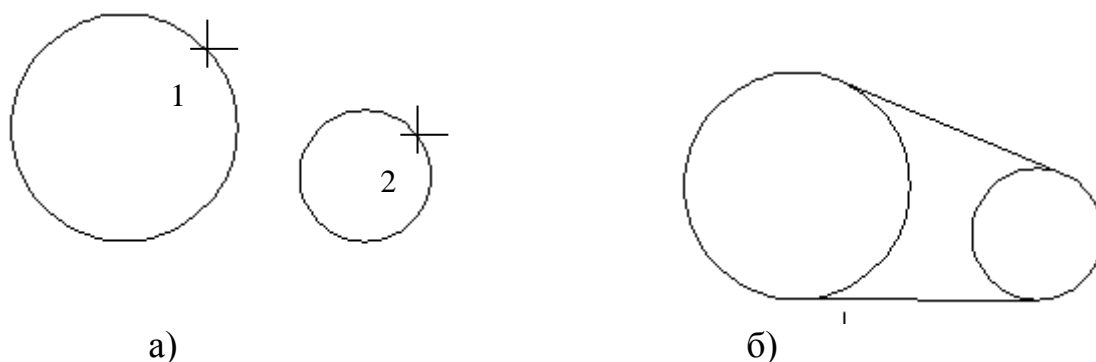

Рис. 28. Построение касательных к двум окружностям
Построить касательные к двум окружностям заданных радиусов (Рис. 28). Окружности показаны на Рис. 28 а.
3. Щелкнуть мышью в точке 1 (Рис. 28 а).
5. Щелкнуть мышью в точке 2 (Рис. 28 а).
Результат построений показан на Рис. 28б.